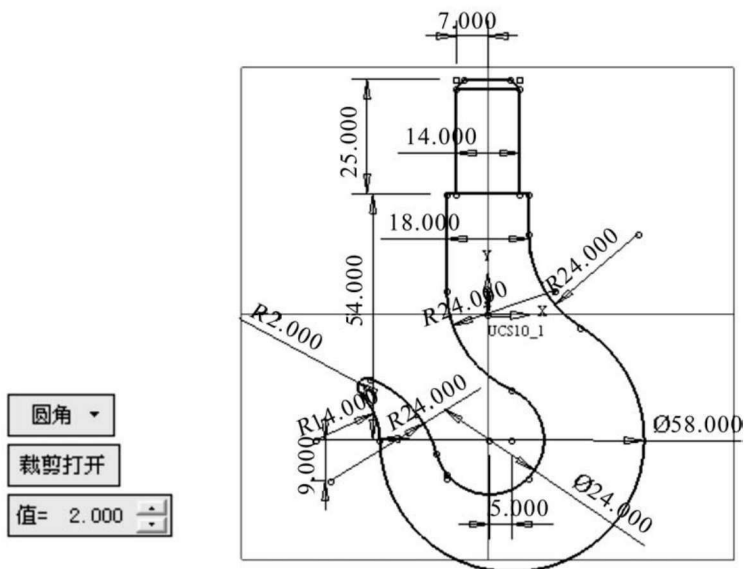

图 1-4 吊钩完整草图
(3) 点选“草图”工具条中的“圆角过渡”按钮 , 选择“圆角”“裁剪打开”, 并在“值”中输入 2, 然后选择两段圆弧完成倒圆角操作。最后在吊钩的上部进行倒角处理, 点选“圆角过渡”图标按钮 , 选择“斜角”“裁剪打开”, 并在“值”中输入 2, 完成斜角操作; 点选“直线”按钮 , 将斜角的两点连接起来, 最后完成如图 1-4 所示的草绘。